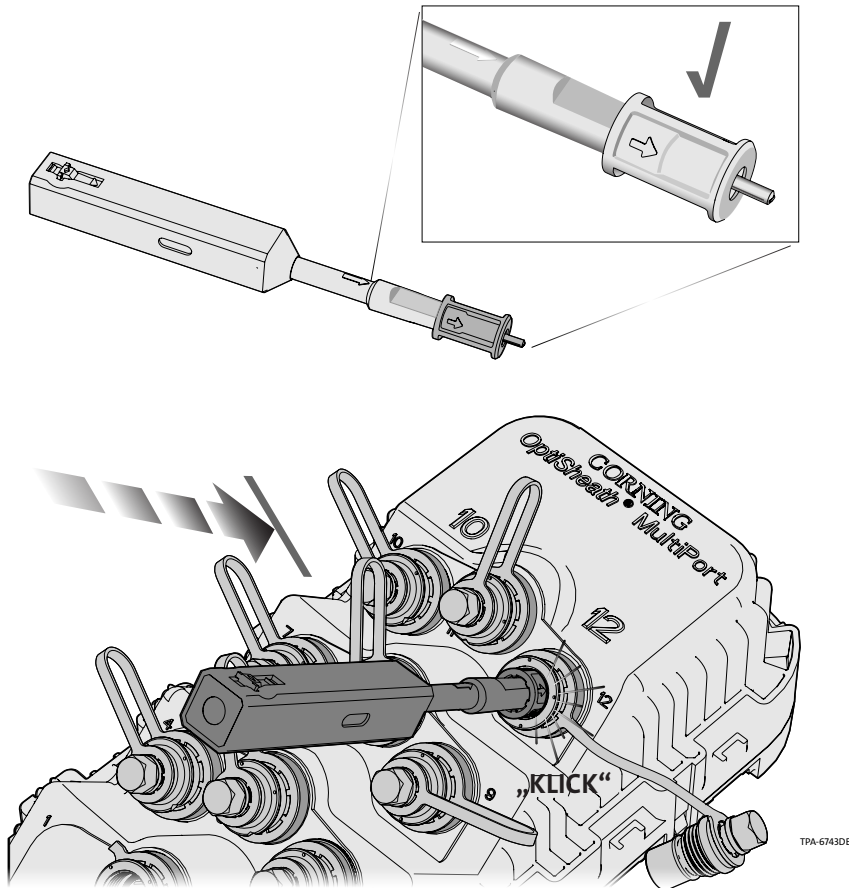

Abbildung 9
**Schritt 3:** Schieben Sie das Reinigungswerkzeug vollständig in den Terminalanschluss, bis ein „KLICK“-Geräusch zu hören ist. (Abbildung 9).